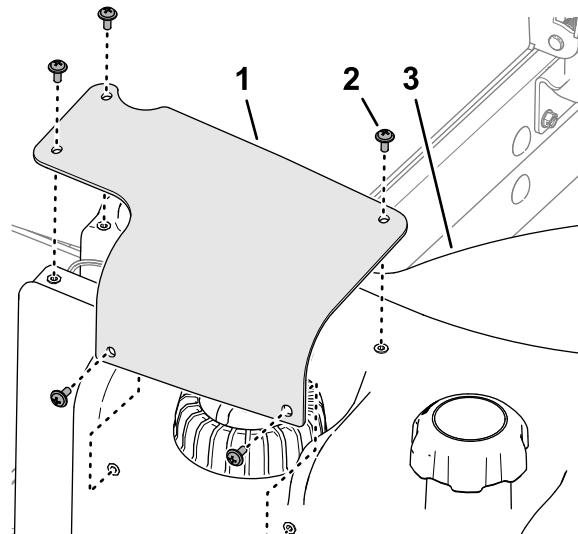

**Рисунок 130**
6. Подсоедините разъем жгута проводов датчика уровня топлива к разъему жгута проводов машины (Рисунок 130).